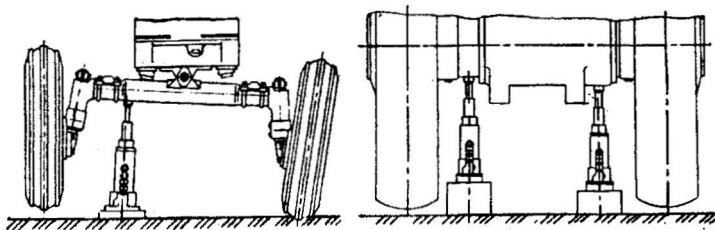

Рис. 62. Установка домкрата.
9. 4. 2. Поддомкратьте трактор до отрыва шин от опорной поверхности на 8-10 см. Установите подставки под передний мост и сзади под рукав с тормозом и корпус трансмиссии (рис. 62).